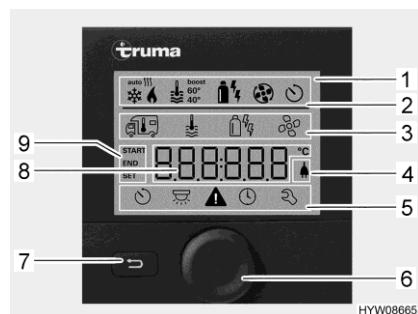

Fig. 111 Centralina di controllo con indicazioni
- Riga di stato (Fig. 111,2)
- Riga di menu in alto (Fig. 111,3)
- Area di indicazione (Fig. 111,8)
- Riga di menu in basso (Fig. 111,5)
- Premere la manopola/il pulsante (Fig. 111,6) per circa 3 secondi. Vengono visualizzate entrambe le righe di menu (Fig. 111,3 e Fig. 111,5). Il primo simbolo lampeggia.
- Ruotare la manopola/il pulsante (Fig. 111,6), finché viene visualizzato il simbolo del menu desiderato.
- Premere la manopola/il pulsante per memorizzare il valore impostato. Se il valore impostato originariamente non deve essere modificato: Premere il tasto indietro (Fig. 111,7).
- Ruotare la manopola/il pulsante (Fig. 111,6), finché il simbolo del menu del riscaldamento (Fig. 112,1) lampeggia.
- Premere la manopola/il pulsante per memorizzare il valore impostato. Il simbolo nella riga di stato lampeggia (Fig. 111,2), finché viene raggiunta la temperatura impostata. Se il valore impostato originariamente non deve essere modificato: Premere il tasto indietro (Fig. 111,7).
- Ruotare la manopola/il pulsante (Fig. 111,6), finché il simbolo del menu relativo all'acqua calda (Fig. 112,2) lampeggiava.
- Premere la manopola/il pulsante per memorizzare il valore impostato. Il simbolo nella riga di stato lampeggiava (Fig. 111,2), finché viene raggiunta la temperatura dell'acqua impostata. Se il valore impostato originariamente non deve essere modificato: Premere il tasto indietro (Fig. 111,7).
- Ruotare la manopola/il pulsante (Fig. 111,6), finché il simbolo del menu relativo alla modalità di funzionamento (Fig. 112,3) lampeggia.
- Premere la manopola/il pulsante per memorizzare la modalità di funzionamento impostata. Se il valore impostato originariamente non deve essere modificato: Premere il tasto indietro (Fig. 111,7).
- Ruotare la manopola/il pulsante (Fig. 111,6), finché il simbolo del menu delle ventole (Fig. 112,4) lampeggia.